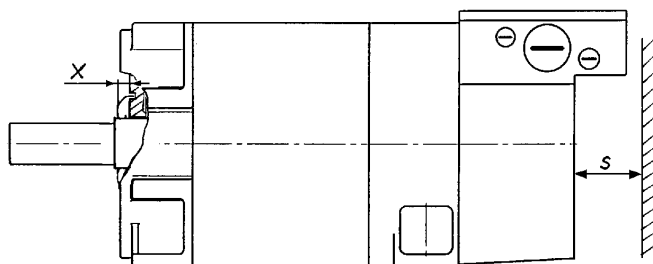

Abb. 4 Mindestabstand
- Die Motoren müssen so aufgestellt werden, dass die Kühlluft ungehindert zu- und abströmen kann und der Mindestabstand s der Zu- und Abluftöffnungen zu benachbarten Bauteilen eingehalten wird (Abb. 4)! Erwärmte Abluft darf nicht wieder angesaugt werden.